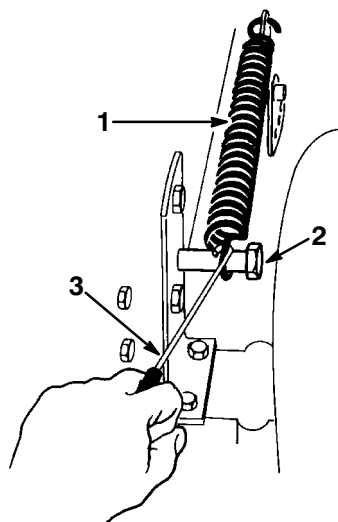

Figure 40
4. Décrochez le boulon de fixation du ressort compensateur de hauteur de coupe (Fig. 40), à l'aide du crochet fourni avec la machine. Ce ressort se trouve entre le châssis et la roue arrière droite.
13. Mettez le levier de hauteur de coupe (relevage du plateau) en position "D". Accrochez le ressort de compensation au boulon de fixation pour ne pas le perdre (Fig. 40).
15. Accrocher le ressort compensateur de hauteur de coupe (Fig. 40) au boulon de fixation, à l'aide du crochet fourni avec la machine.